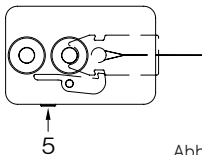

Abb. 25: Entriegeln der Zugbänder
- » Heben Sie die Führungsschienen gleichmäßig an und drücken Sie diese in die schon montierten Führungsschienehalter (Abb. 25). **Bei Laibungsmontage mit einem Tuchstützdraht, die eingeschobene Gewindeplatte zur Befestigung des Tuchstützdrahthalters, in der Nähe eines mittigen Schienehalters positionieren.**